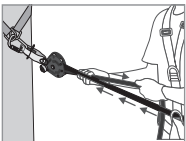
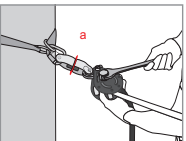

Fig. 3
Fig. 4
Une fois la ligne de vie installée, un préréglage de la tension doit être fait en tirant manuellement sur la corde (coté nœud d'extrémité - Fig. 3). Automatiquement la came (8) et le levier de came (4) doivent venir en contact avec le cordage. Rabattez le levier de came (4), puis, par l'intermédiaire d'une clé adaptée, appliquez la tension sur l'axe de réglage tension (1) jusqu'à ce que la rondelle témoin de tension (a) placée sur le témoin de tension (2) tourne librement (Fig. 4). Dès que celle-ci est libre de mouvement, NE PAS SERRER PLUS ! Cela correspond à une pré-tension sur la ligne de 1 kN environ. En utilisation, vérifiez régulièrement cette tension (rotation de la rondelle témoin de tension) et ajustez si nécessaire comme expliqué ci-dessus.
**ATTENTION !** Ne pas essayer de faire d'action de desserrage sur l'axe de réglage tension (1) avec la clef, la came (8) résiste à ce desserrage et résiste aux rotations dans le sens antihoraire. Une action importante de desserrage dans ce sens peut avoir des conséquences néfastes sur le fonctionnement du système et sur l'état de la corde.